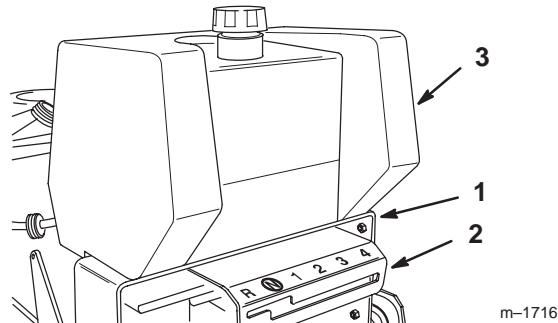

Bild 3
- Schieben Sie das Armaturenbrett über den Schalthebel und unter die Unterseite des hinteren Chassis (Bild 3). Richten Sie den Kraftstofftank mit der Oberseite des hinteren Chassis aus (Bild 3).